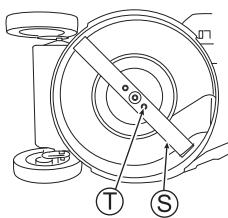

Afb. 33
1 Controleer het mes (S) op chips, verbuigingen en slijtage. (Zie afb. 33)